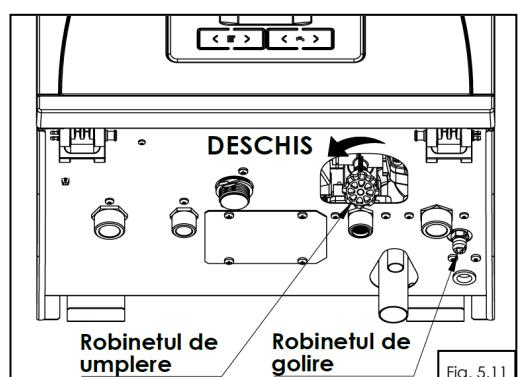

Fig. 5.11
Astfel, daca temperatura exteriora creste, temperatura agentului termic scade corespunzator unei "curbe de compensare" (fig.5.11).
- se deschide robinetul de umplere (fig. 5.11) al centralei si cele ale instalatiei de termoficare/apa menajera;
- deschideți robinetul de umplere al centralei (fig.5.11), după care deschideți un robinet de la unul din punctele de consum apa calda menajera.